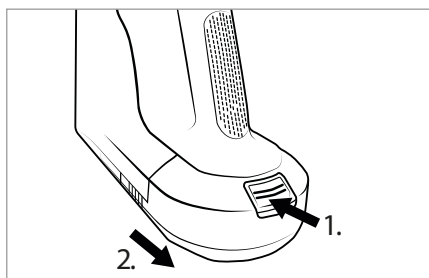

Fig. 13
- ♦ Para desmontar la batería 2 del aparato, mantenga pulsado el botón de desencastre de la batería 1 y tire de la batería 2 para extraerla del aparato (consulte la fig. 13).